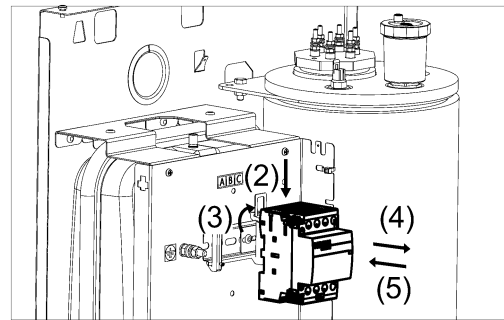

Рисунок 18. Замена электромагнитного контактора
- (1) Отсоедините провода подсоединённые к контактору (см. рис. 18);
- (2) Используя плоскую отвёртку выдвиньте “язычок” контактора;
- (3) Поверните контактор вверх на угол  $10 \div 15^\circ$ ;
- (4) Снимите контактор с DIN-рейки;
- (5) Установите новый контактор на DIN-рейку взамен прежнему;
- (6) Подсоедините к контактору провода Для справочной информации см. Приложение В.